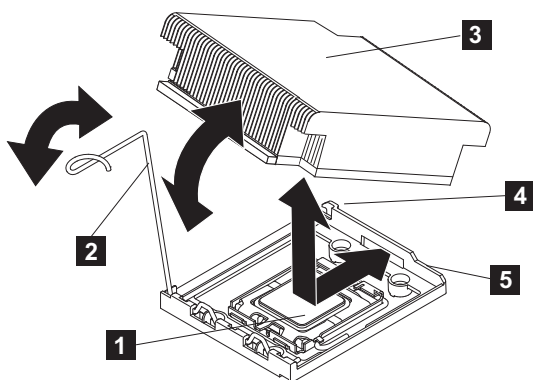

Figura 199. Instalando o Dissipador de Calor no Microprocessador do SAN Volume Controller 2145-DH8
7. Alinhe o dissipador de calor na parte superior do microprocessador, conforme mostrado na Figura 199.